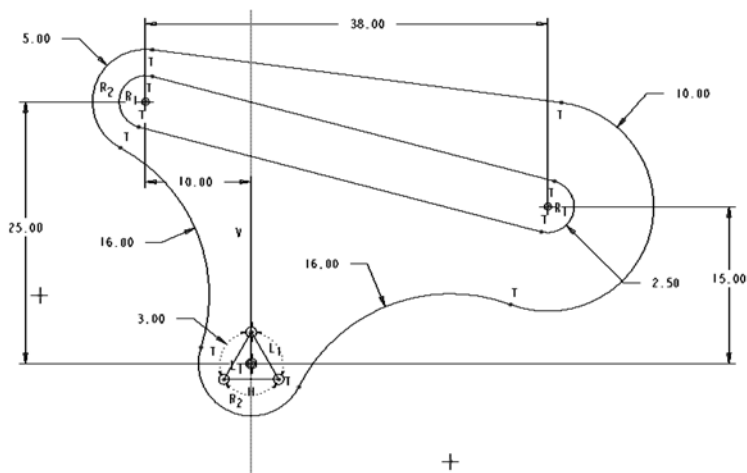

图 2-102 上机练习 2
(10) 新建一个草绘文件，在草绘器中绘制如图 2-102 所示的二维图形。